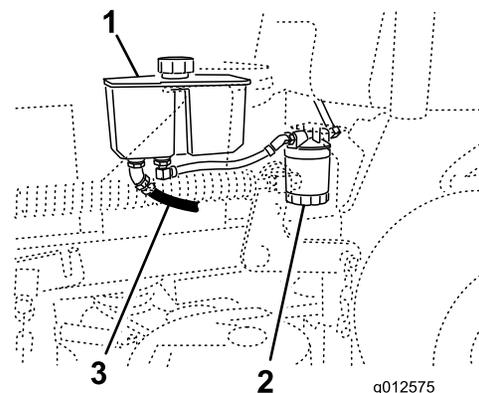

Bild 69
- Stellen Sie eine Auffangwanne am vorderen Hydraulikschlauch unter den Hydraulikbehälter (Bild 69).